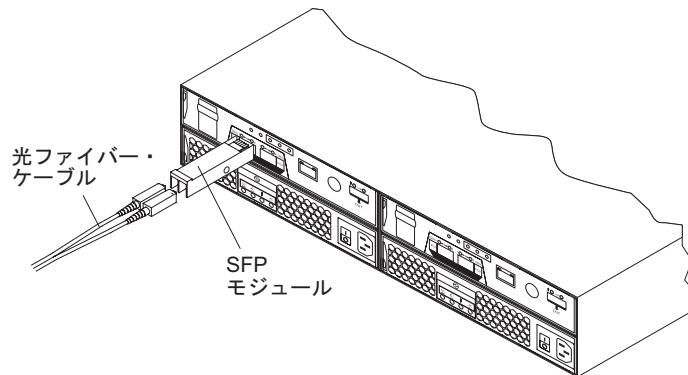

図 58. SFP モジュールのホスト・ポートへのインストール
- d. クリック音がして所定の位置に収まるまで、SFP モジュールをホスト・ポートに挿入します。 図 58を参照してください。